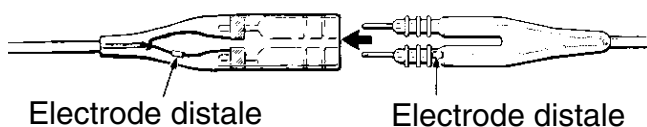

Figure 1. *Insérer le connecteur de sonde dans le logement de l'adaptateur.*
2. Insérer avec précaution les fiches mâles du connecteur des sondes de stimulation dans les prises femelles de l'adaptateur jusqu'à obtenir une connexion stable (Figure 1). Si nécessaire, utiliser de l'eau stérilisée comme lubrifiant d'insertion. Les